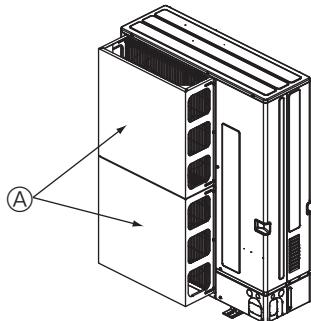

Fig. 2-15
- Installer un guidage d'air optionnel si l'appareil est placé dans un endroit où les vents violents d'un typhon par exemple pourraient s'engouffrer directement dans la sortie d'air. (Fig. 2-15)